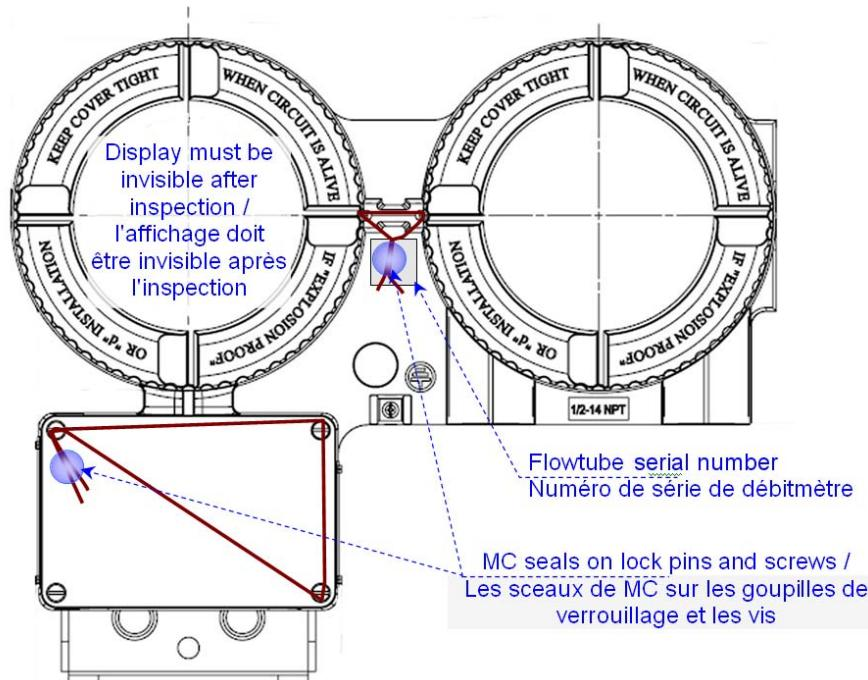

Figure 3. CFT51 schematic front view; Sealing points. Local display is located under the left cap. /
2. The CFT51 housing covers (screw-on caps): locking pins are screwed all the way in and then caps are fully tightened. Then the two locking pins are partially unscrewed so that the holes on the pins are visible. The holes are then aligned so that they can be sealed using "wire & lead" type MC seal, as shown in Figure 3.
3. The CFT51 transmitter junction box: sealing is done using "wire & lead" type seal through the holes in the three elongated screws as shown in Figure 3.
2. Les couvercles de logement du CFT51: des goupilles de verrouillage sont vissées à fond et puis les couvercles sont bien serrés. Ensuite, les deux goupilles de verrouillage sont partiellement dévissées de sorte que les trous sur les goupilles soient visibles. Les trous sont ensuite alignés afin qu'ils puissent être scellés avec un sceau de type "fils et plomb", tel que montré dans la Figure 3.
3. Le boîtier de raccordement du transmetteur CFT51: son scellage est réalisé en utilisant un sceau de type "fils et plomb" à travers les trous dans les trois vis allongées (voir la Figure 3).
- One of the CFT51 labels is located on the side of the junction box (Figure 5) and the other one in between the two caps (Figure 3).
- L'une des plaques du CFT51 est située sur le côté du boîtier de raccordement (Figure 5) et l'autre entre les deux couvercles (Figure 3).
Figure 5. W&M required labels: (a) CFT51 nameplate, (b) CFT51 label between the two caps that identifies the serial number of the associated flowtube (Figure 3), (c) approval plate welded to one side of the housing (for location see Figure 4), and (d) CFS20 nameplate on the opposite side of the housing. /
Les étiquettes requises pour le P&M: (a) la plaque signalétique du CFT51, (b) l'étiquette du CFT51 entre les deux couvercles qui indique le numéro de série du débitmètre raccordé (Figure 3), (c) la plaque d'approbation soudée sur un côté du boîtier (pour l'emplacement, voir la Figure 4), et (d) la plaque signalétique de CFS20 sur l'autre côté du boîtier.